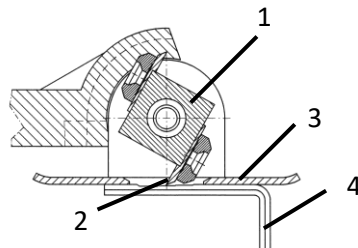

Fig. 7: Regolazione dei coltelli
- > Sostituire il coltello (**2** - Fig.7) se necessario.
- > Ruotare il rullo (**1** - Fig.7) in modo che il coltello sporga al massimo attraverso la piastra di guida (**3** - Fig.7).
- > Posizionare la chiave a brugola (**4** - Fig.7) sulla piastra di guida in modo che l'intaglio con la profondità di taglio desiderata sia sotto il coltello.